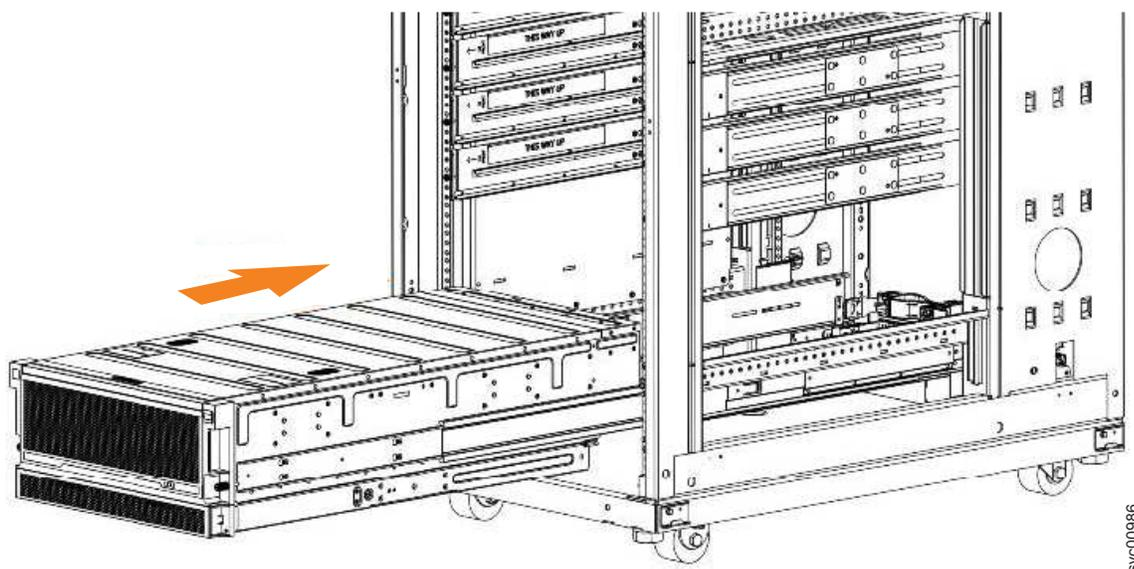

図 95. ラックでのエンクロージャーの取り付けの例
- 拡張エンクロージャーを、ラック内の一番下の位置に取り付けます。図 95 は、例を示しています。